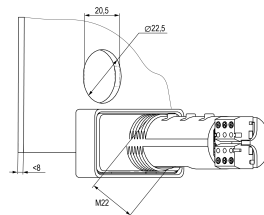

Abb. 2 Montageausschnitt
- Bereiten Sie den Montageausschnitt mit einem Ø von 22,5 mm in der Schalttafel vor, in dem das Gerät montiert werden soll (siehe **Abb. 2**).